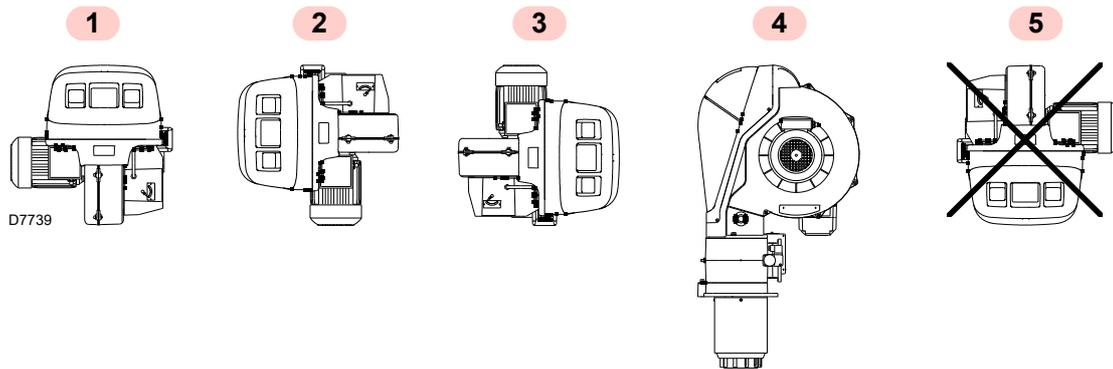

Fig. 13
- Le brûleur est exclusivement prévu pour fonctionner dans les positions 1, 2, 3 et 4 (Fig. 13).